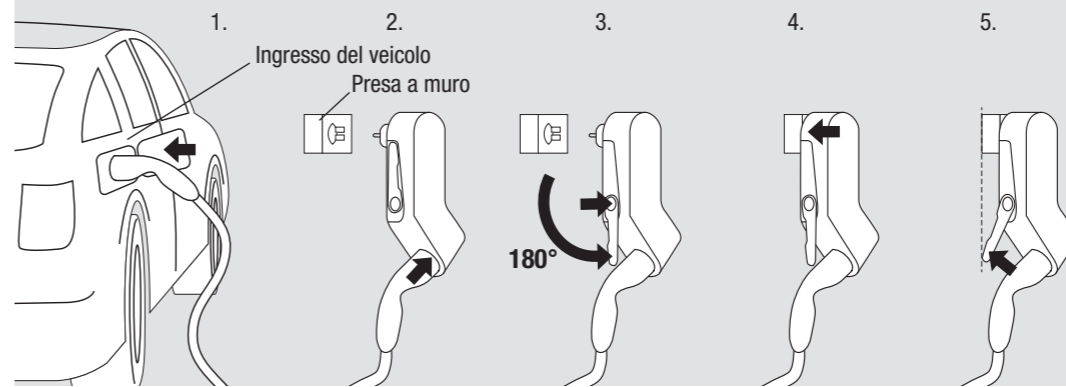

Fig. 2: Sequenza di ricarica
- Utilizzare il Mobility Dock solo verticalmente, sospeso e inserito in una presa a parete per evitare di tirare la presa (vedere foto fig. 2). I carichi pesanti possono danneggiare il Mobility Dock e/o la presa di corrente.
- Non collegare il Mobility Dock alla presa finché la spina di ricarica non è inserita nella presa di tipo 2 (C). In caso contrario la presa può essere danneggiata.
Il Mobility Dock è un caricatore di emergenza in modalità 2 per un uso occasionale e portatile. Uso permanente solo in una posizione sicura, immobile e verticale. Funzionamento solo da prese a muro idonee dal punto di vista meccanico ed elettrico (vedere fig. 2, passo 5)!